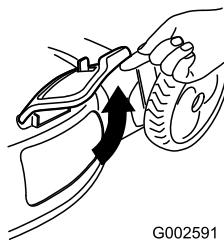

Bild 31
2. Öffnen Sie die Seitauswurfklappe (Bild 31).